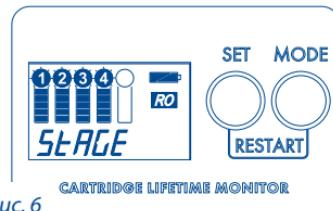

Рис. 6
- Последовательно нажимать кнопку MODE, пока на дисплее не покажется надпись SET (Рис. 6).
- Нажать и удерживать кнопку MODE до звукового сигнала, после этого появится надпись CodE. Последовательными нажатиями кнопки MODE выберите надпись STAGE. Нажатием кнопки SET выберите требуемое количество ступеней. Нажмите кнопку MODE для подтверждения выбора и перехода в режим выбора единиц измерения (Рис. 6).